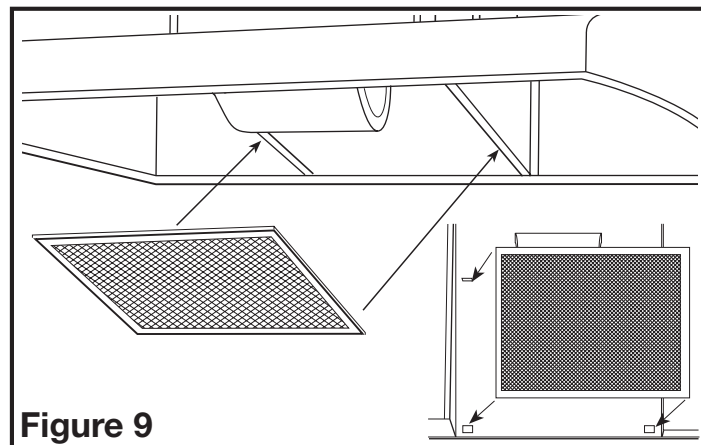

Figure 9
1. Installer le filtre approprié, en glissant le côté arrière du filtre dans l'onglet et en pressant l'avant du filtre en place (Figure 9).